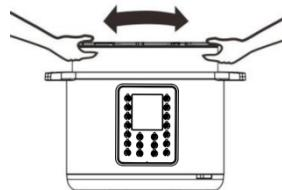

Figura 14
NOTA: Non è possibile impostare la valvola di limitazione di pressione sulla posizione "Exhaust" ("Scaricare") immediatamente dopo la cottura, se si usano le funzioni come purea o minestra. È IMPORTANTE che la valvola di sicurezza (5) scenda prima che cercherete aprire il coperchio (Figura 14).